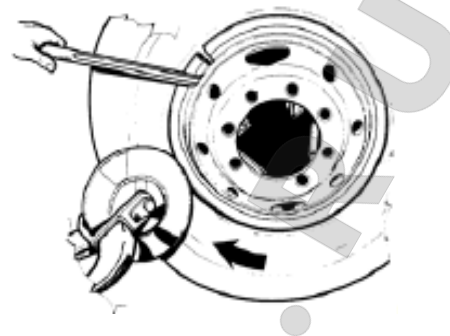

Рис.40
4. Установите один край запорного кольца на его посадочное место завершите процесс монтажа используя диск инструмента монтажа. В начальной фазе монтажа придерживайте край диска монтажкой (Рис.40).